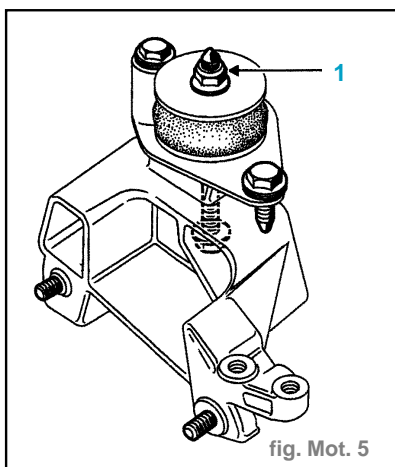

fig. Mot. 5
- l'écrou (1) et à l'aide d'un jet de bronze, frapper pour dégager le goujon (fig. Mot. 5),